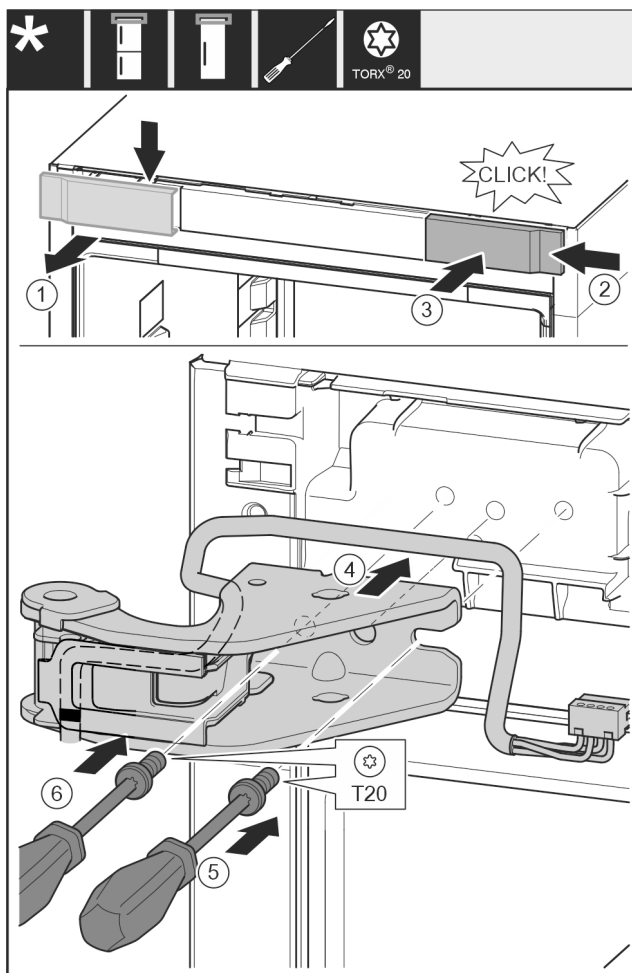

Fig. 32
- Skinite pokrov odozgo prema naprijed. Fig. 32 (1)
- Objesite pokrov okrenut za 180° na drugoj strani s desne strane. Fig. 32 (2)
- Pustite da pokrov uskoči. Fig. 32 (3)
- Postavite gornji podložak ležaja. Fig. 32 (4)
- Odvijačem T20 umetnite i pritegnite vijak. Fig. 32 (5)
- Odvijačem T20 umetnite i pritegnite vijak. Fig. 32 (6)